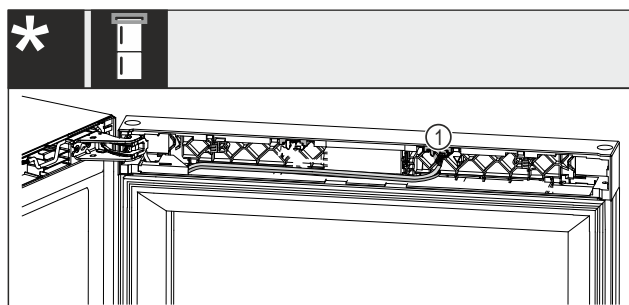

Fig. 19 Комбинации из холодильника для вина и морозильника
- ▶ Вытяните штекер Fig. 19 (1) из гнезда.